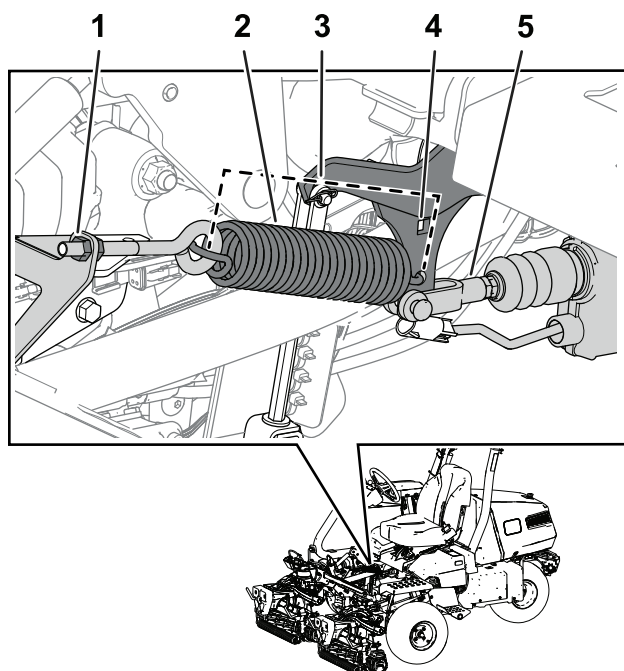

Figure 38
Remarque: Voir la Figure 38 pour cette procédure.
3. Préparez l'utilisation en serrant l'écrou du boulon à œil afin que la longueur du ressort soit 11,4 cm (4,5 po) lorsqu'il est en place (Figure 38).